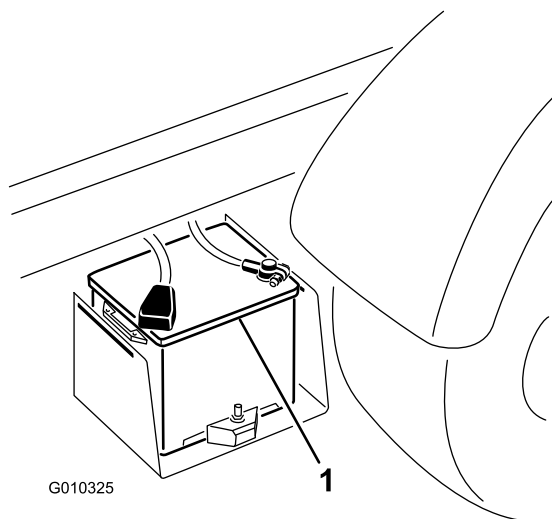

Figure 6
5. Une fois la batterie chargée, débranchez le chargeur du secteur et des bornes de la batterie (Figure 6).